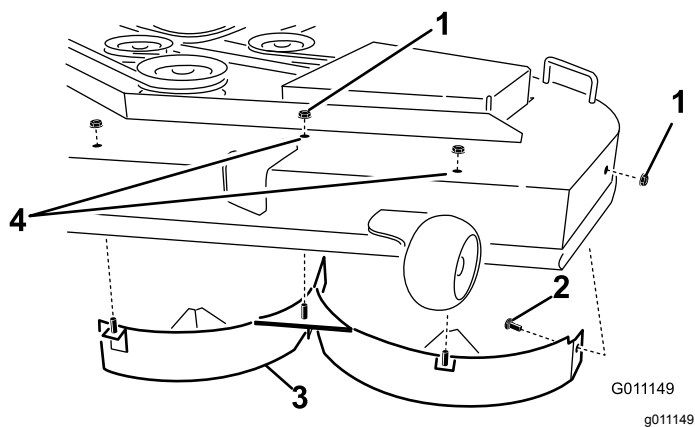

Figura 33
6. Remova as três porcas de bloqueio (5/16 pol.) presas aos postes soldados do abafador esquerdo na parte superior da plataforma do cortador nas posições central e esquerda (**Figura 33**). Remova o parafuso de carroçaria e porca de bloqueio na parede lateral da plataforma do cortador que prende o abafador esquerdo à plataforma.
7. Remova o abafador esquerdo da plataforma de corte como se mostra na Figura 33.
8. Localize os dois parafusos nas peças soltas e utilize as porcas de bloqueio existentes. Instale as fixações nos orifícios mostrados em Figura 33 no cortador para evitar que os detritos saiam. Instale o parafuso, através do lado inferior da plataforma e utilize uma porca existente para prender a partir do lado superior.